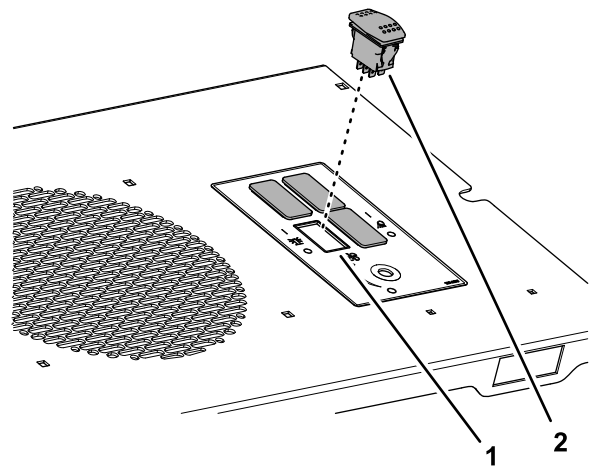

図 12
7. 図 12 のように、ビーコンのスイッチをスイッチアパネルに取り付ける。